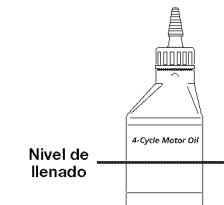

Fig. 16
- Seque todos los residuos de aceite de la unidad y limpie todo el aceite que pueda haberse derramado. Deseche el aceite Fig. 16 conforme a las regulaciones federales, estatales y locales.
NOTA: Use la botella y la boquilla que guardó desde la primera vez que las utilizó para medir la cantidad correcta de aceite. El nivel de 2.03 onzas (60 ml) está aproximadamente en la línea de llenado de la etiqueta de la botella (Fig. 16).